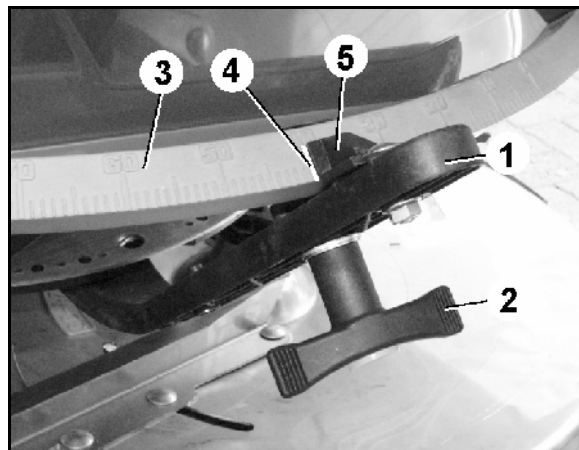

Fig. 64
Die Mengeneinstellung erfolgt dann laut Streutabelle mittels der Stellhebel (Fig. 64/1).
2. Flügelschraube (Fig. 64/2) lösen.
3. Die erforderliche Schieberstellung auf der Skala (Fig. 64/3) aufsuchen.
4. Die Ablesekante (Fig. 64/4) vom Stellhebel-Zeiger (Fig. 64/5) auf den Skalenwert einstellen.
6. Flügelschraube (Fig. 64/2) fest anziehen.